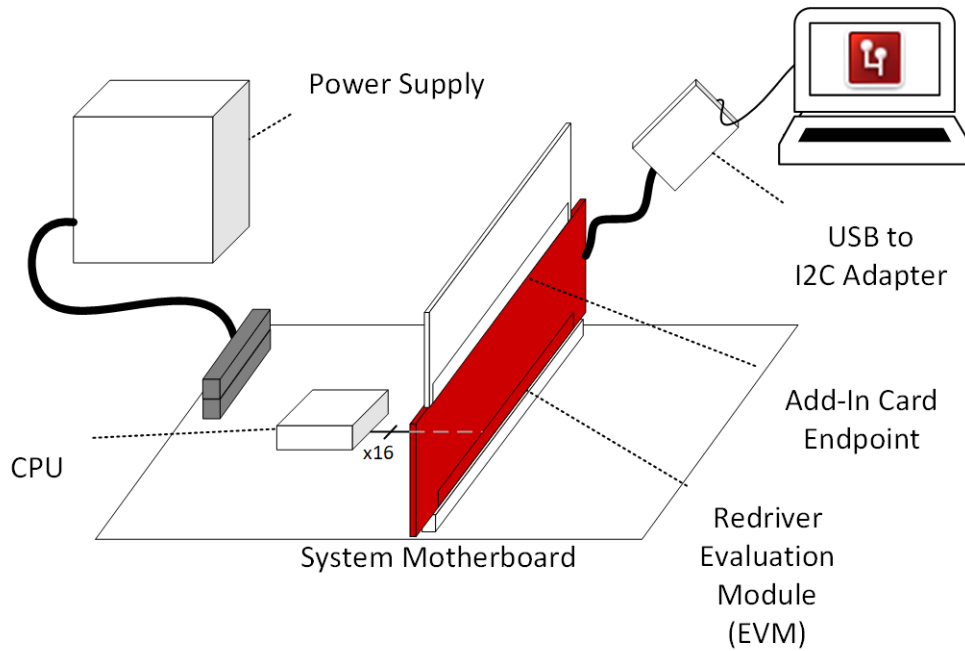
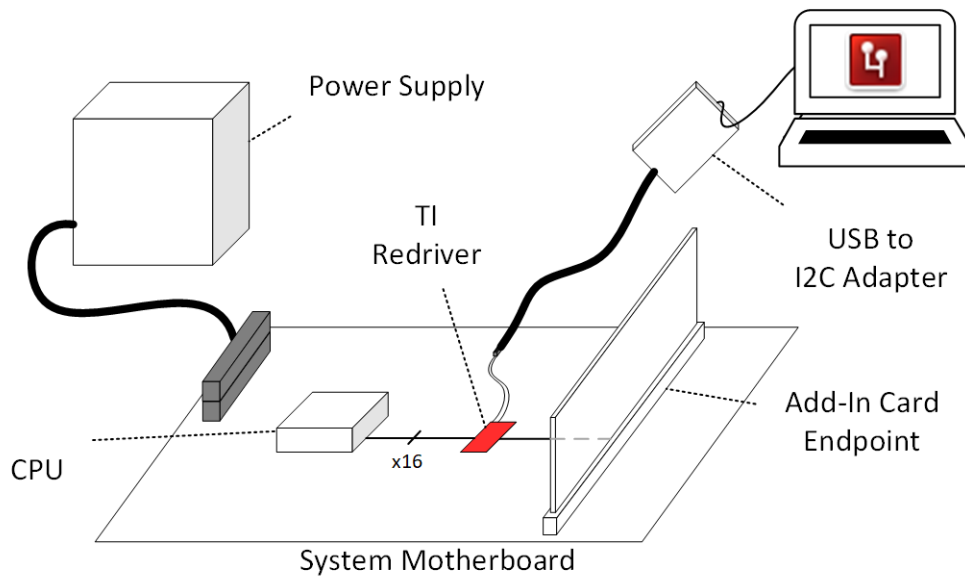

图 4-3. 使用 TI PCIe 转接驱动器 EVM 的 PCIe 系统配置
图 4-4. 在主板上使用 TI PCIe 转接驱动器的 PCIe 系统配置
使用转接驱动器的典型 PCIe 系统配置包括以下两种设置之一。图 4-3 详细介绍了在 TI EVM 上使用德州仪器 (TI) PCIe 转接驱动器的系统配置，而图 4-4 详细介绍了在系统主板上使用德州仪器 (TI) PCIe 转接驱动器的系统配置。